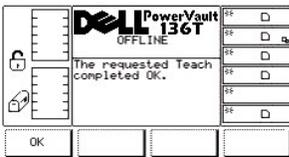

图 118. 维修 > 磁带库 > 自检 > 学习 > 学习完成对话框
- 1 如果按下**确定**软键下方的按钮，请参考图 117和图 118。